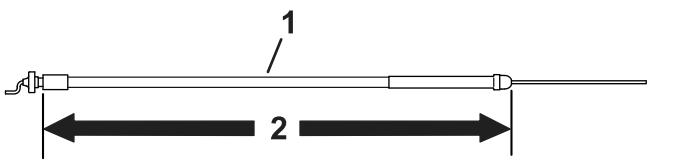

Figura 8
• Utilize o cabo do acelerador que tenha 172,2 cm de comprimento para uma unidade de tração modelo 04035, 04037, 04056 ou 04060; consulte a Figura 8.